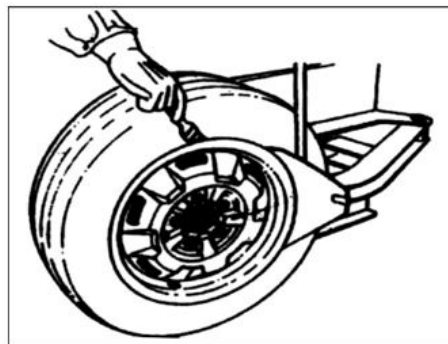

FIG23
- Placer dækket mellem dækløsningsbladet og dæktrykkerens løbesko (FIG23). Træd derefter ned på dæktrykkerpedalen (FIG3-12) for at adskille dækket fra fælgen. Gentag samme proces på de andre dele af dækket, indtil dækket er helt løsnet fra fælgen.